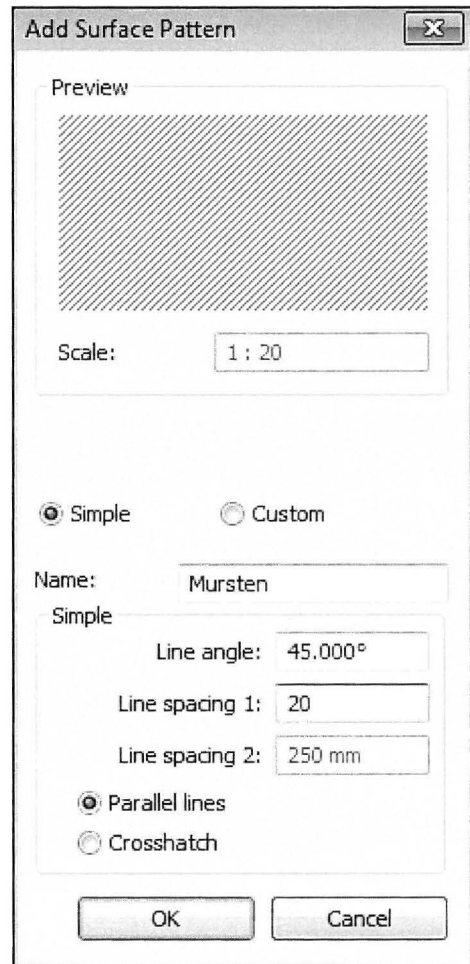

Fig. 15.85. Opret en skravering som herover.
- Opret en skravering der ser ud som på Fig. 15.85. Ved at indstille vinkelt afstand m.m.